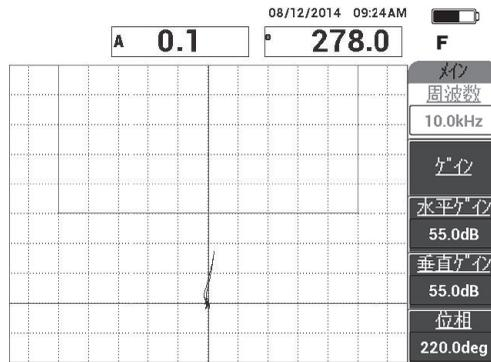

図 6-24 剥離部のスキャン信号
- 13 mm の剥離部の 1 つをゆっくりとスキャンして、フリーズキー（）を押します（150 ページの図 6-24 参照）。